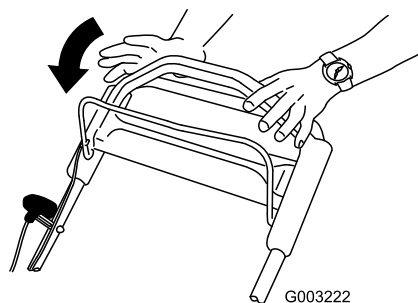

Figure 22
- Relâchez la barre de commande de la lame (Figure 22).